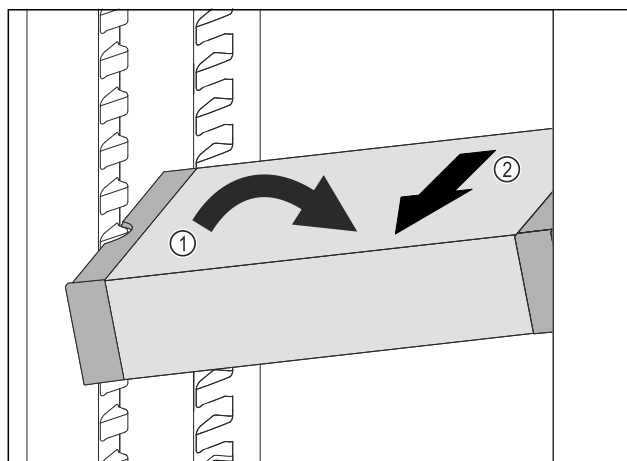

Fig. 109
- ▶ Coloque el VarioSafe en el compartimento del frigorífico en posición oblicua. Fig. 109 (1)
- ▶ Extraiga el VarioSafe hacia delante. Fig. 109 (2)